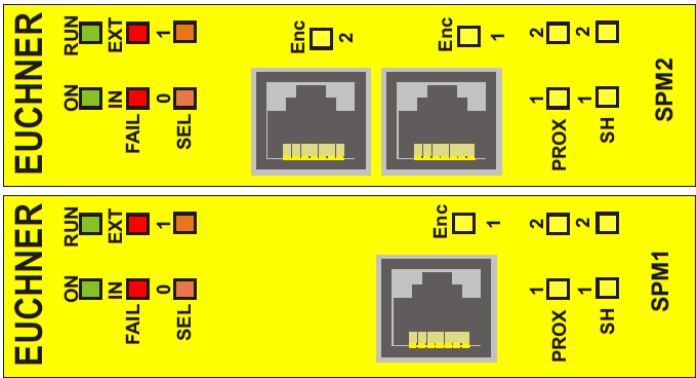

Fig. 43 :
8.4.13. Modules SPM0, SPM1, SPM2 (Fig. 43)